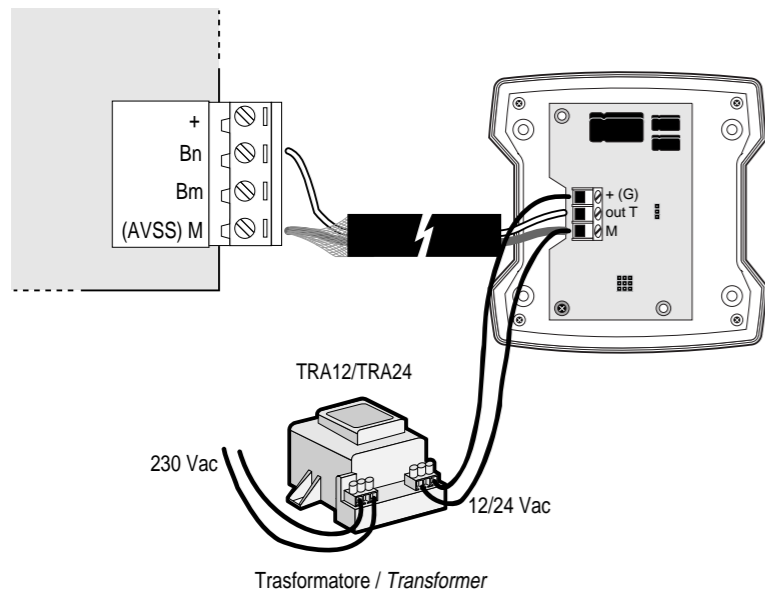

Fig. 4
Per evitare gli errori di misura dovuti alla corrente di alimentazione si può utilizzare un'alimentazione supplementare da un trasformatore esterno (es.: cod. CAREL TRA12VDE00 o TRA2400001), da collegarsi come riportato in fig. 4.
Il cavo di collegamento sarà un multipolare da 2 o 3 fili. In tale situazione non scorre corrente di alimentazione sulla connessione M - AVSS. In installazioni con più sonde, ognuna deve essere alimentata dal proprio trasformatore. Con tale configurazione la distanza massima di remotazione è di 100 m (vedi fig. 4).
**Segnale 4÷20 mA:** per distanze maggiori di 30 m si consiglia di selezionare, qualora il sistema lo permetta, l'uscita in corrente. La distanza massima di remotazione per l'uscita in corrente è di 200 m. Nel caso di alimentazione in alternata è indispensabile utilizzare cavi aventi sezione di 1,5 mm2 per ridurre il rumore dovuto alla corrente di alimentazione. Tale rumore può provocare, in qualche caso, instabilità di misura che può essere eliminata con alimentazione in continua o con un'alimentazione supplementare come riportato in fig. 4.
To avoid errors in measurement due to the current from the power supply, a supplementary power supply with external transformer may be used (e.g.: CAREL code TRA12VDE00 or TRA2400001), and should be connected as described in Figure 4.
**Note:** the transformer must not be earthed, and can be installed in the control's electrical panel. The connection cable used should be a 2- or 3-lead multi-pole cable. In this situation, power will not flow to the M - AVSS connection. In installations with more than one probe, each probe must be powered by its own transformer. Such a configuration allows a maximum distance for remote control of 100m (see Figure 4).
In the case of alternating current power supplies the cables used must have a 1.5mm2 cross-section, to reduce noise due to the current from the power supply. This noise may result, in some cases, in unstable measurements, and can be prevented by using a direct current power supply or a supplementary power supply, as described in Figure 4.